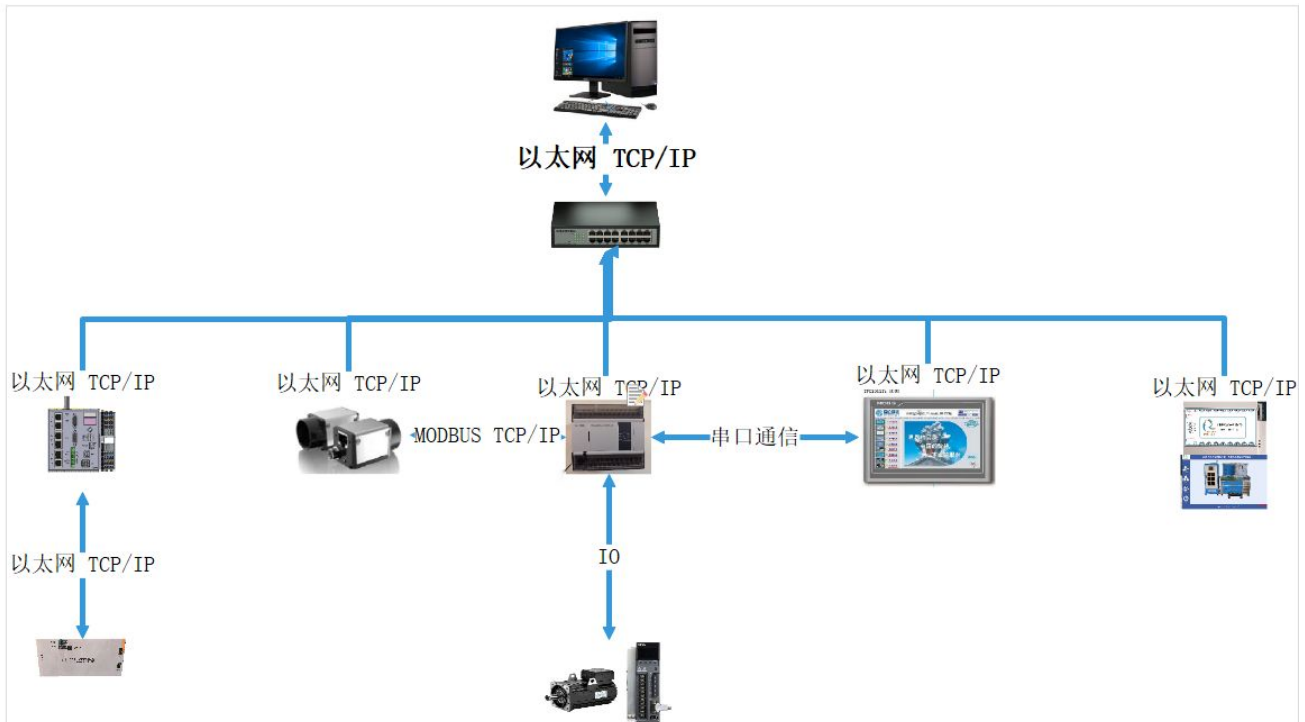

图 7 工业机器人系统运维员网络拓扑图参考图
1.完成网络各节点间的 IP 地址设置如图 7 所示，同步完成《任务辅助记录表》。完成系统中不同类型通信方式的内部参数设置。